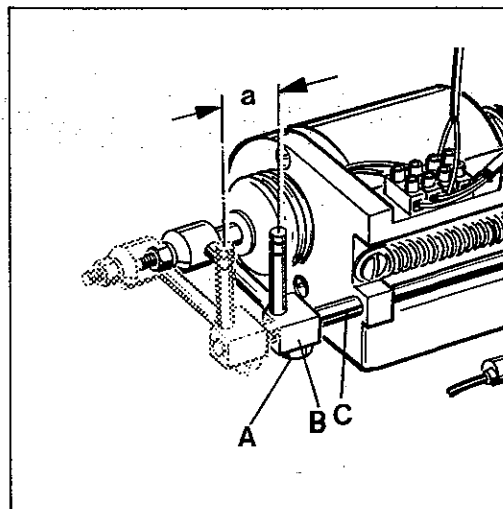

Fig.57
The stroke (a, Fig. 57) of the solenoid has to be set for the different needle distances as shown in the following chart:
For setting remove the cloth plate. Loosen nut (A, Fig. 57) and move crosshead (B) on shaft (C) as required. Retighten nut (A).
Der Hub (a, Fig. 57) des Magneten muß für die verschiedenen Nadelabstände entsprechend folgender Tabelle eingestellt werden:
Entfernen Sie zum Einstellen die Stoffplatte. Lösen Sie die Mutter (A, Fig. 57) und verschieben Sie den Kreuzkopf (B) auf der Achse (C) entsprechend. Ziehen Sie die Mutter (A) wieder an.